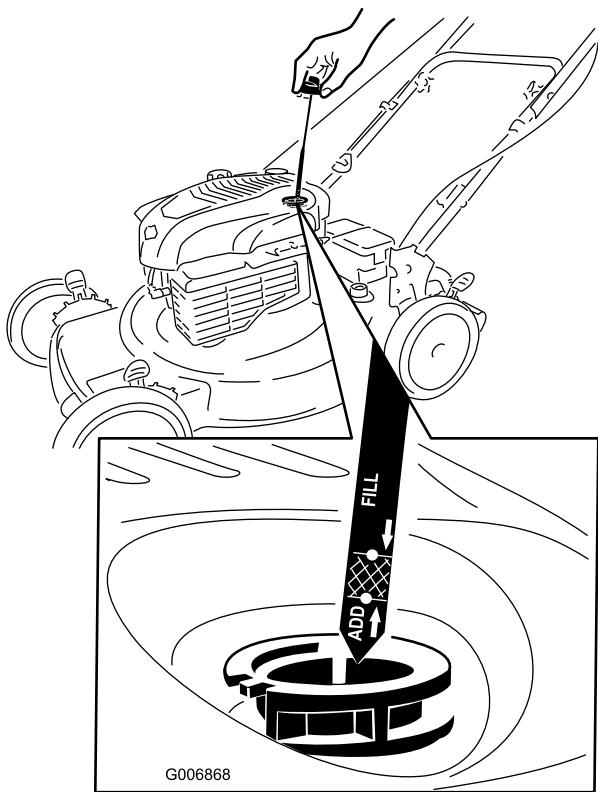

Рисунок 12
1. Выньте шуп для измерения уровня, вытрите его, и затем вставьте на полную глубину (Рисунок 12).
2. Выньте щуп и проверьте уровень масла (Рисунок 12). Если уровень масла ниже отметки **Add (ДОЛИТЬ)** на масломерном щупе, **медленно** заливайте масло в маслозаливной патрубок, чтобы поднять уровень масла до метки **Full (ЗАПОЛНЕНО)** на масломерном щупе. **Не допускайте переполнения картера.** Макс. объем масла: 0,59 л, тип: автомобильное моющее масло (SAE 30), имеющее классификацию API: SF, SG, SH, SJ, SL и выше.